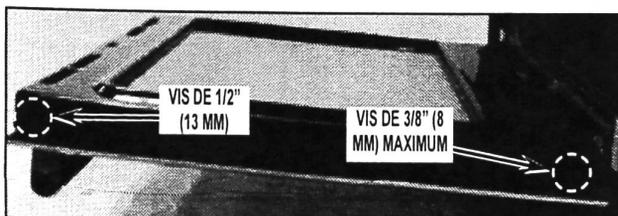

FIGURE 3
3. Confirmer que les bonnes vis ont été utilisées sur le côté droit et gauche pour fixer le cadre de la porte aux rails de charnière. La longueur des vis au bas de la porte ne doit pas dépasser 3/8" (8 mm), tandis que la longueur des vis au sommet de la porte doit être d'environ 1/2" (13 mm). Si l'on remarque des vis plus longues, les remplacer avec les vis fournies dans l'ensemble et réassembler la porte pour vérifier si le couinement de la porte se fait toujours entendre. Voir Figure 3.